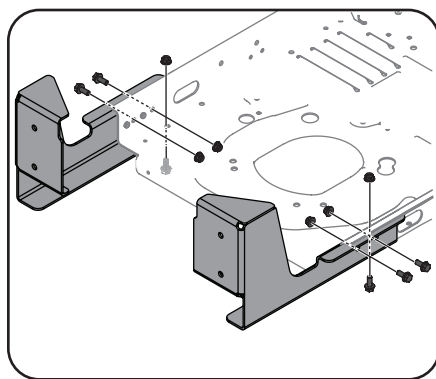

Figura 4-2
1. Asegure las ménsulas del montaje al tractor usando seis tornillos hexagonales (710-04043) y seis (712-04063) tuercas, de seguridad de brida, desde el paquete de ferretería (689-00567). Vea Figura 4-2